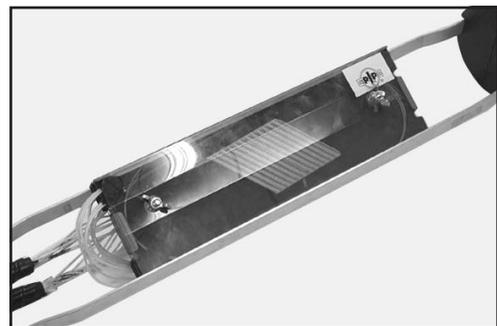

Figura 58
17.4 Finalmente encaje las bandejas en los tornillos de soporte de las mismas. Enrosque la tuerca mariposa para sujetar las bandejas y monte la barra de tracción que conecta a los cabezales (Figura 58).